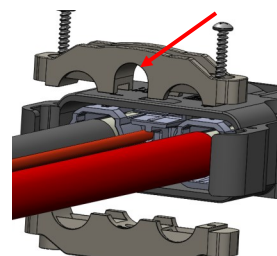

Abbildung 10
- a. Obere und untere Klammer an den offenen Stützen auf der Kabelseite des Gehäuses ausrichten (beachten Sie, dass die obere Klammer ein größeres „U“ hat und sich auf der Seite der Polaritätskennzeichen befinden sollte). (Abbildung 10)
- d. Auf ein Drehmoment von 0,7 bis 1,0 Nm anziehen (Abbildung 10)